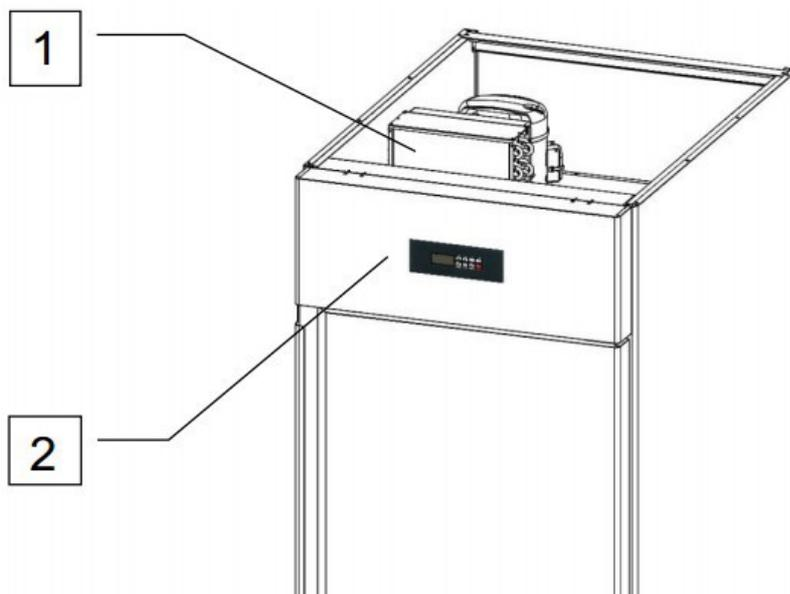

Рисунок 3
- Автономная холодильная установка (№ 1, рисунок 3)
- Панель управления (№ 2, рисунок 3)